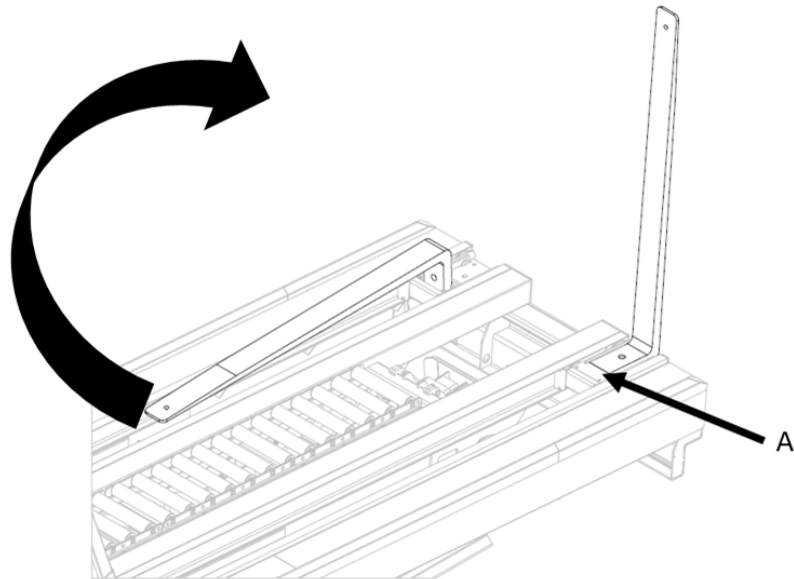

Figure 7 - Redressement des fourches
4. Remettez les couverts en place et revisez les vis (A, Figure 7)